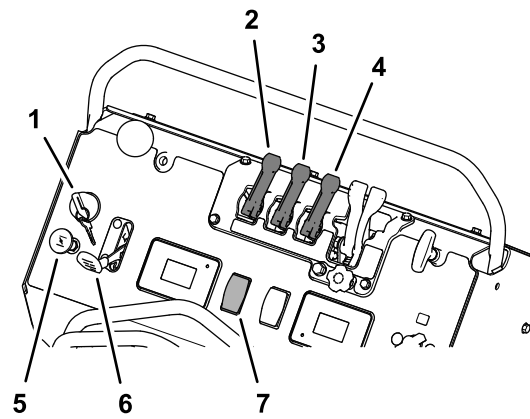

Figure 63
3. Serrez le frein de stationnement, amenez le levier de commande de direction/déplacement à la position POINT MORT et démarrez le moteur (Figure 63); voir Démarrage du moteur \(page 24\).
4. Appuyez sur le haut de la commande de la pompe pour mettre la pompe en MARCHÉ et réglez la commande d'accélérateur à la position HAUT RÉGIME (Figure 63).
5. Tirez le levier d'agitation de la cuve à la position MARCHÉ (Figure 63).
1. Tirez les leviers de pulvérisation angle étroit et grand angle à la position MARCHÉ (Figure 63). Les buses commencent alors à pulvériser.
6. Déplacez les leviers de pulvérisation vers l'avant à la position ARRÊT, amenez la commande de la pompe à la position ARRÊT et coupez le moteur (Figure 63).